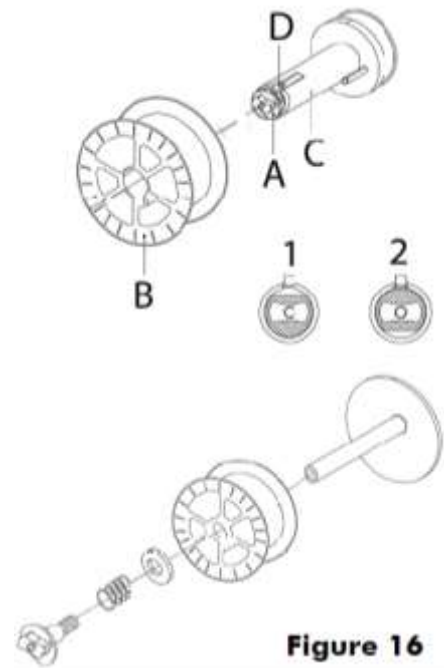

Figure 16
- Ouvrir le panneau latéral du logement de la bobine. Dévisser l'écrou (A) de l'arbre en le tournant jusqu'à la position 1 (tambour du frein). En cas de changement de bobine, extraire la bobine vide en appuyant sur la goupille à déclipser (D) (Fig.16).
- Enlever la protection de la bobine et la placer sur l'arbre et revisser l'écrou (A) en le tournant de 180° (position 2).